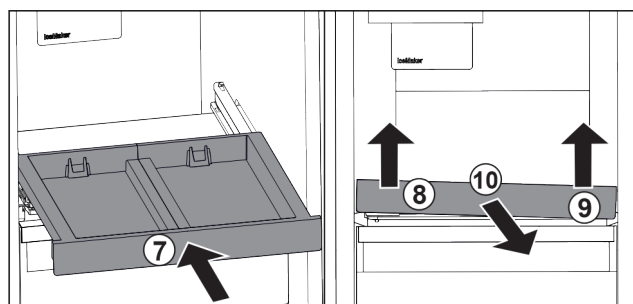

Fig. 82
- Wsunąć wysuwaną półkę. Fig. 82 (7)
- Unieść wysuwaną półkę z przodu po lewej. Fig. 82 (8)
- Unieść wysuwaną półkę z przodu po prawej. Fig. 82 (9)
- Wyjąć wysuwaną półkę do przodu. Fig. 82 (10)